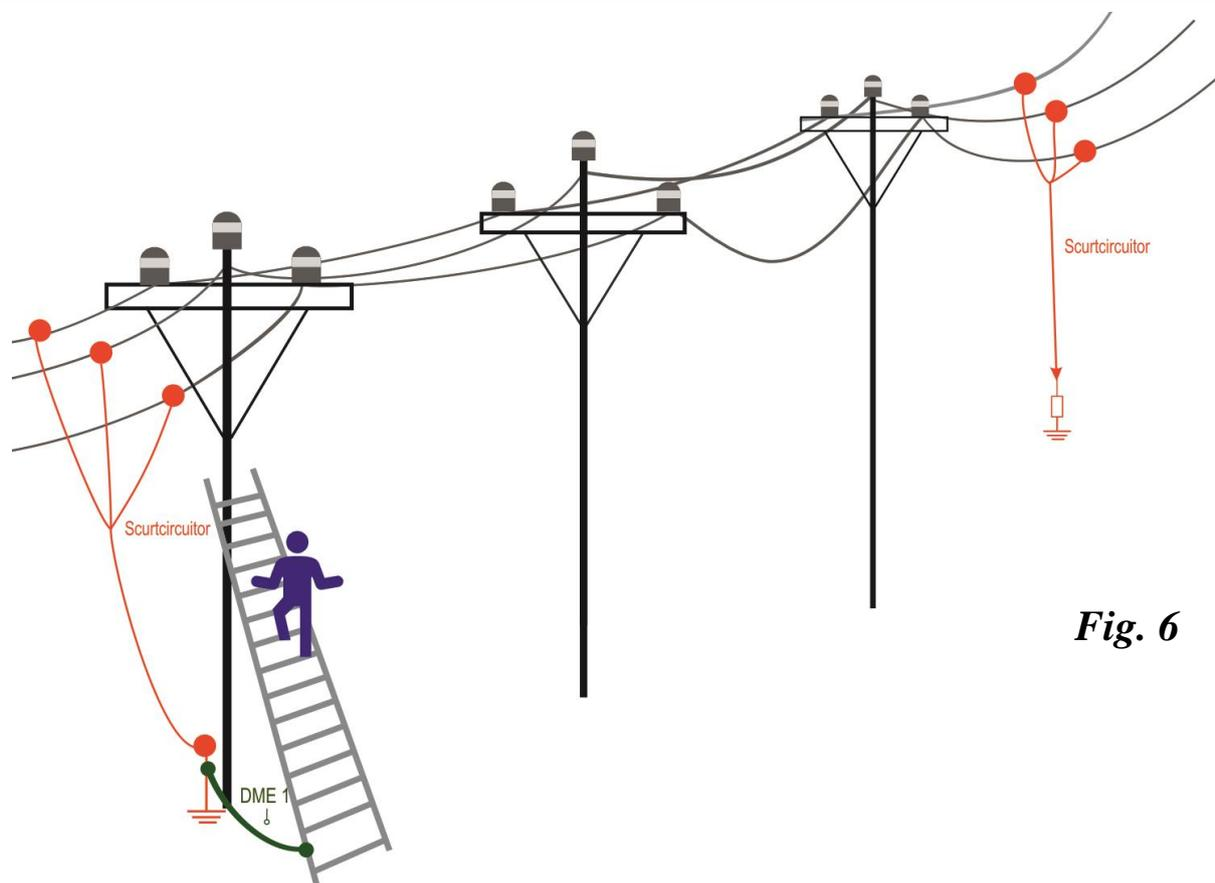

Fig. 6
5.1.2.1. Executarea lucrării se realizează în apropierea dispozitivului mobil de legare la pământ și în scurtcircuit care este legat la platbanda de împământare a stâlpului (vezi Fig. 6)